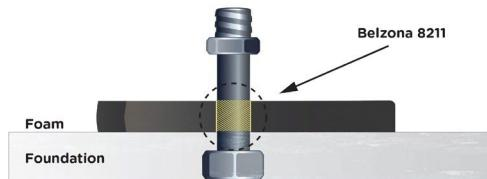

Abbildung 3 – Isolierung der Schrauben mit **Belzona 8211**
- f) Die Schrauben isolieren, um einen Kontakt mit **Belzona 7111** nach dem Vergießen zu verhindern. Dazu die Schrauben mit Klebeband umwickeln, mit einer Rohrisolierung versehen oder einfach wie in Abbildung 3 mit **Belzona 8211** imprägnieren.